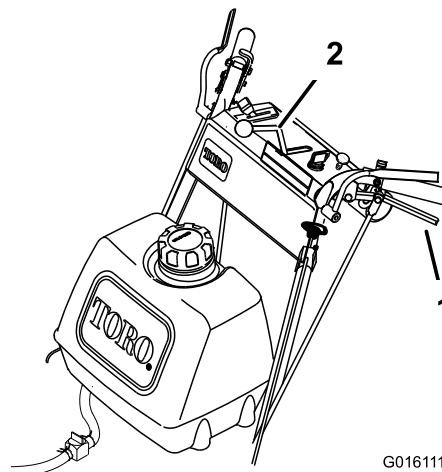

Figura 13
4. Lasciate andare lentamente le leve della trazione per avanzare (Figura 13).
Per procedere diritto, lasciate andare le leve della trazione in modo uguale (Figura 13).
Per svoltare, schiacciate la leva della trazione corrispondente al lato e alla direzione verso cui volete svoltare (Figura 13).
Schiacciate lentamente le leve della trazione contro le stegole per procedere in retromarcia (Figura 13).